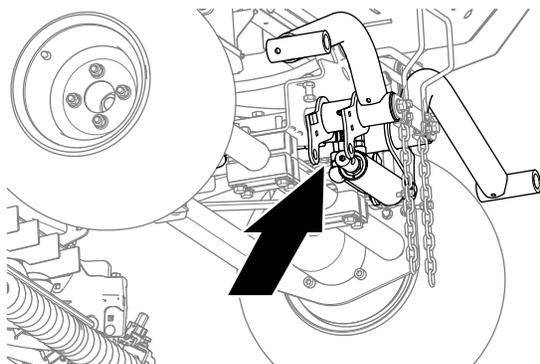

図 13
1. 昇降シリンダの油圧フィッティングの下にオイル回収容器を置く 図 13。